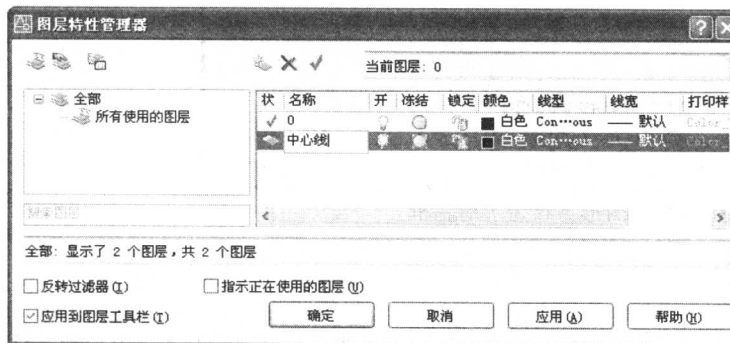

图 2-3 更改图层名
(2) 单击“新建”按钮创建一个新层, 把该层的名字由默认的“图层 1”改为“中心线”, 如图 2-3 所示。